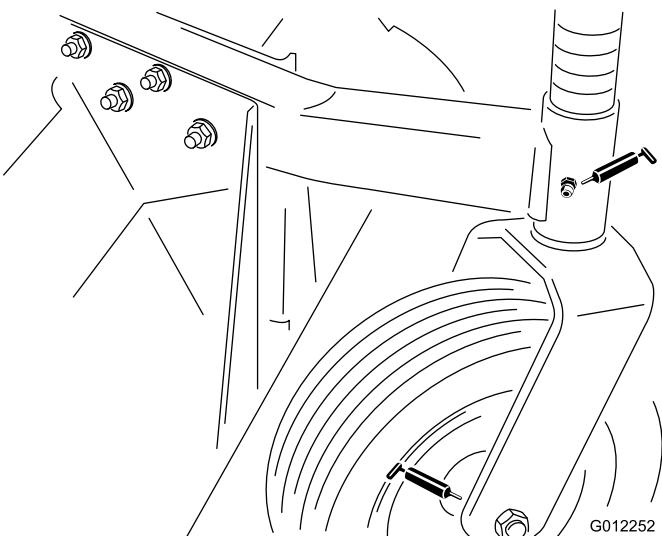
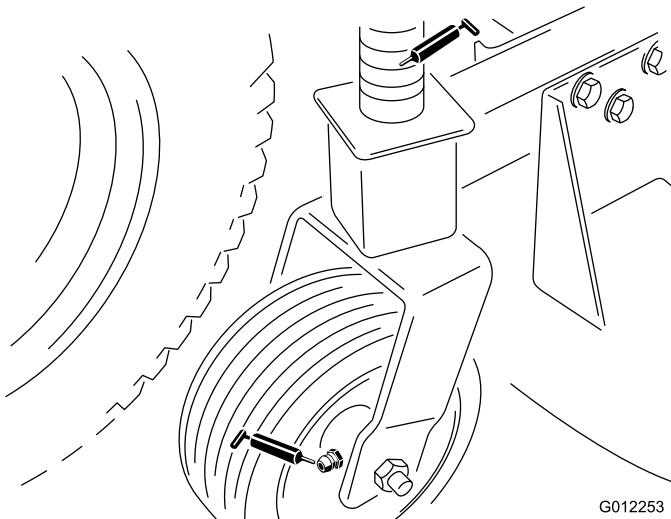

Figura 15
Figura 16
- Casquillos de los ejes de las ruedas giratorias delanteras (Figura 15)
- Cojinetes de las ruedas giratorias (Figura 15) y Figura 16)
Asimismo, retire el eje de la rueda giratoria trasera del brazo de la rueda giratoria y cubra el eje hexagonal con grasa de litio de propósito general n° 2 o grasa de molibdeno cada 50 horas (Figura 16).